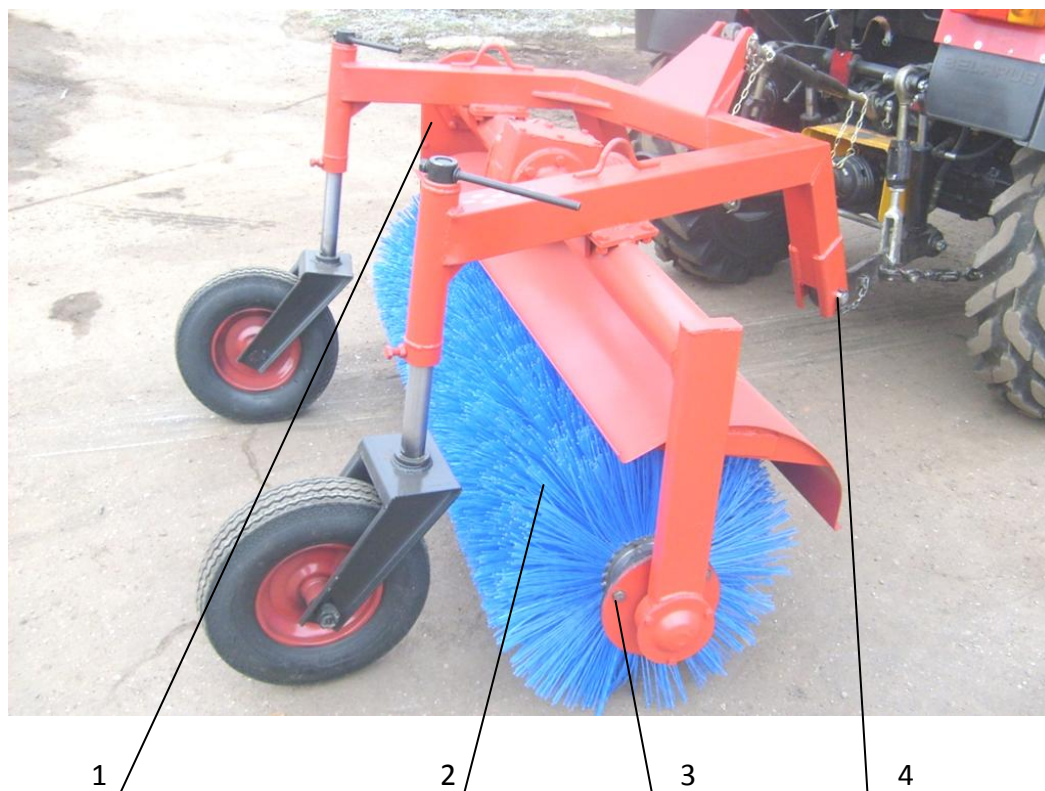

Рисунок 2. Общий вид Оборудования щеточного, установленного на трактор.
- Плита цепной передачи (поз.1 рис.2) крепится к Корпусу вала промежуточного;
- Вал щеточный (поз.2 рис.2) через Фланцы приводной и опорный (поз.3 рис.2) крепится к Плите цепной передачи и Узлу корпуса редуктора;
- Пальцы (поз.4 рис.2) служат для установки Рамы на два Рычага задней навески трактора.